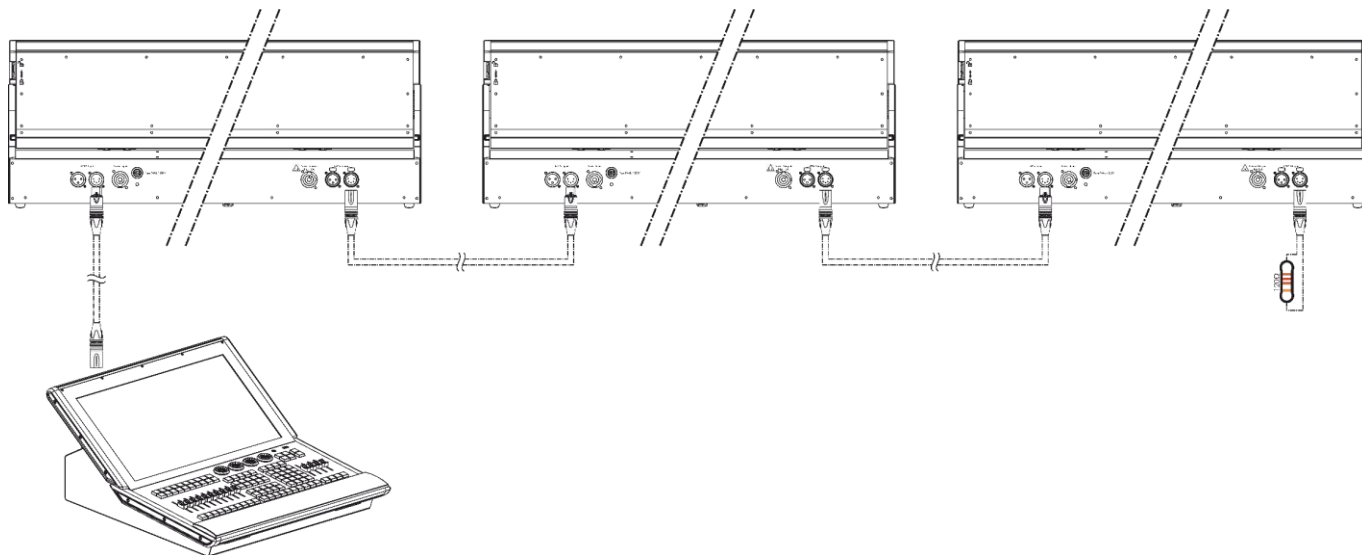

Fig. 09
- 03) Repita el paso 2 para todos los dispositivos de la conexión en cadena como se indica en la Fig. 09.